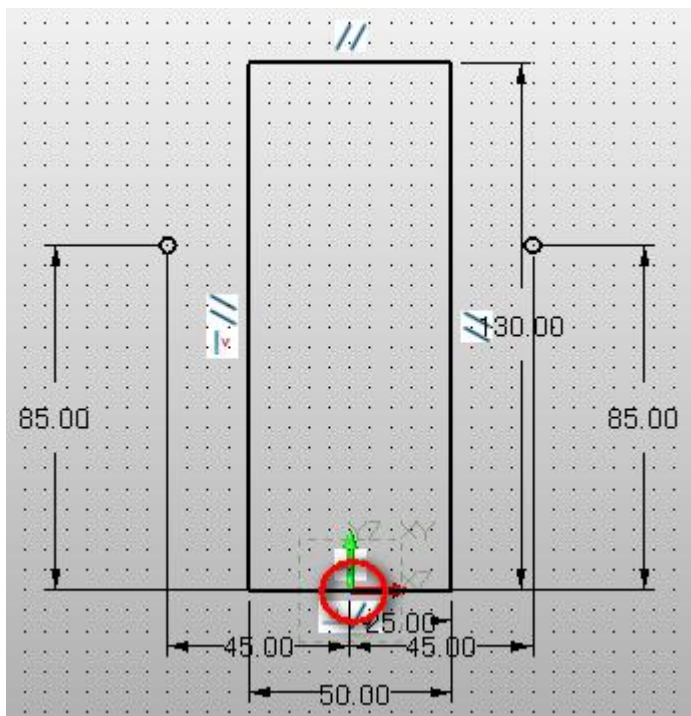

Bild 7: Fertige Bemaßung
- Als Referenzpunkt ist der Koordinatenursprung (Bezugspunkt Bild 7) zu wählen